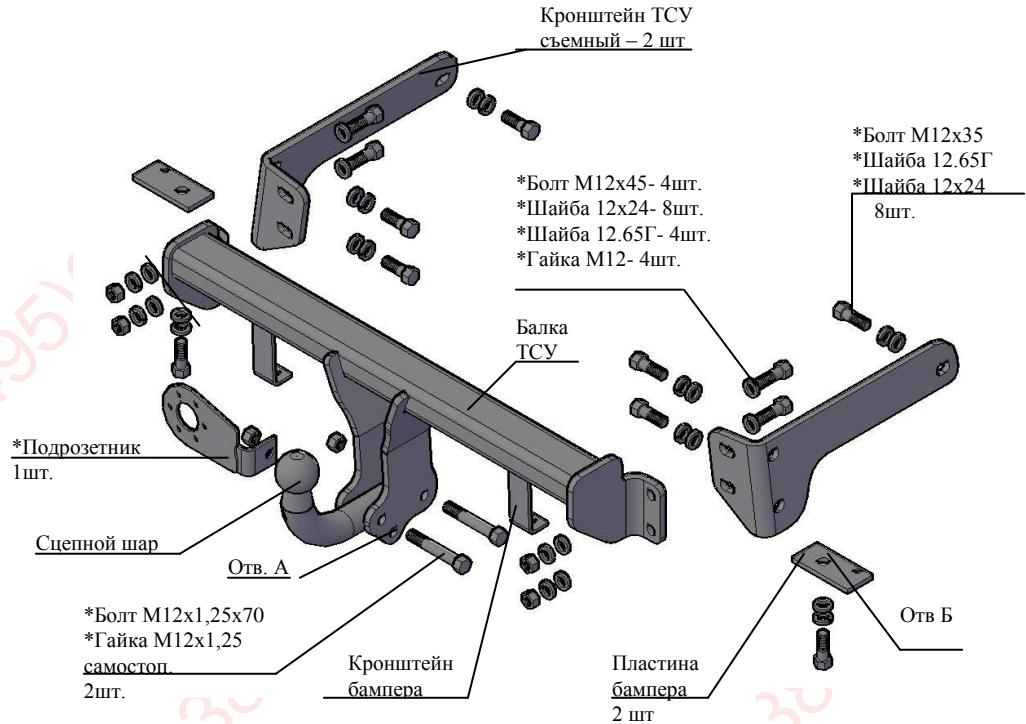

Рис.1 Тягово-сцепное устройство 9431
2.1 ТСУ 9431 в сборе (рис.1)	1 шт.
2.2 Пакет с комплектующими (см. рис.1) Защитный колпак	1 шт.